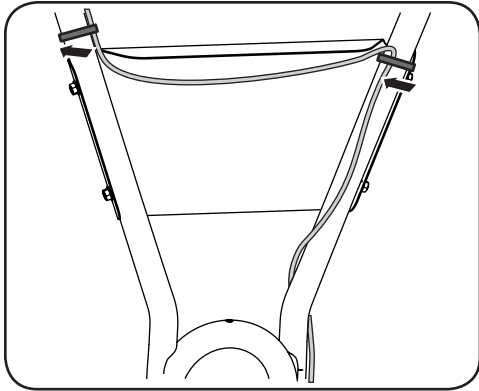

Figura 2-10
- Dirija el cable detrás del panel hasta la manija del lado izquierdo y asegúrelo justo encima de la esquina superior del panel con un precinto. (Mantenga el cable ubicado a lo largo del interior de la manija). Consulte la Figura 2-10.